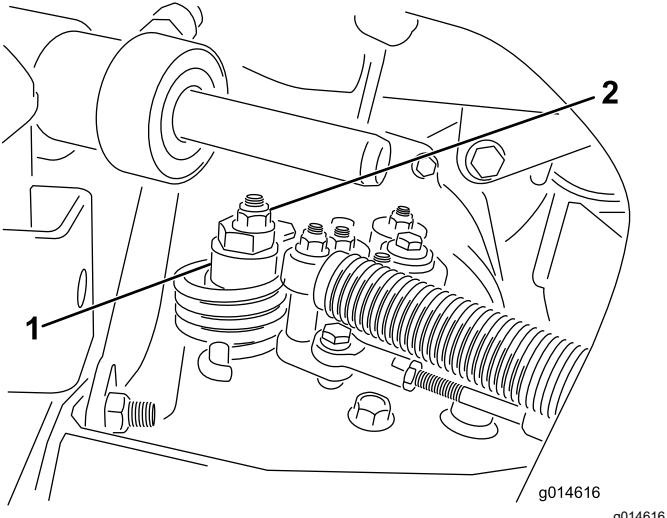

Bild 44
- A. Lösen Sie die Mutter, mit der der Exzenter oben am Hydrostat befestigt ist (**Bild 44**).
- C. Drehen Sie den Exzenter, bis kein Kriechen in jeder Richtung auftritt. Ziehen Sie die Schraube fest, wenn sich das Rad nicht mehr dreht, um den Exzenter und die Einstellung zu arretieren (**Bild 44**). Überprüfen Sie die Einstellung, wenn die Gasbedienung in der LANGSAM- und SCHNELL-Stellung ist.